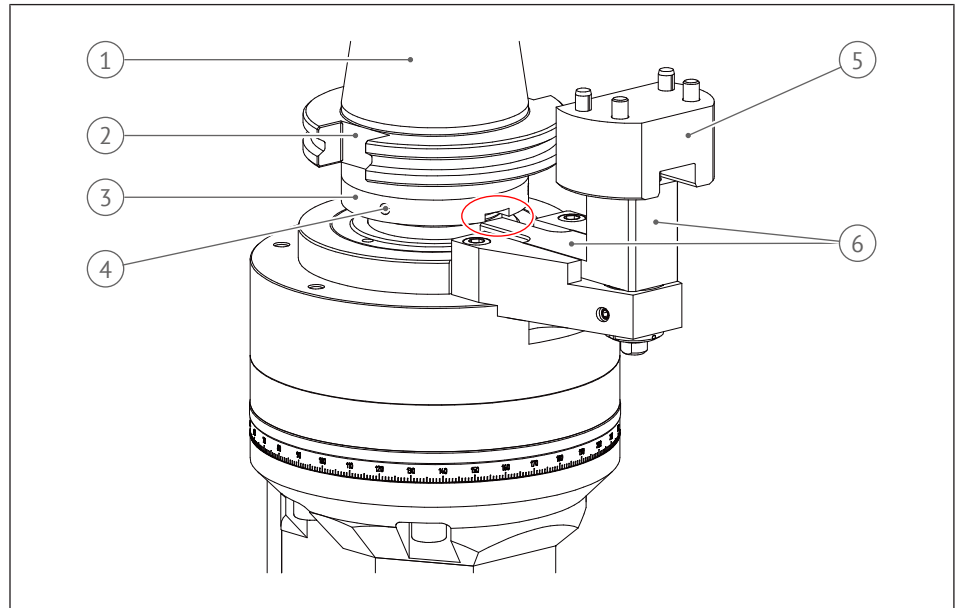

図9: 製品を取り付ける - ロックリング、トルクサポート、ストップブロック
2. 図9の赤いマークに合わせてロックリングの位置を調整し、溝がトルクサポートに嵌合するようにします。
4. 次のステップでは、片手で製品のロックリングを所定の位置に保持します。トルクサポートがストップブロックの溝に嵌合すると、トルクサポートがロックリングの溝から外れたときにロックリングが回転するのを防ぎます (図9の赤いマークを参照)。